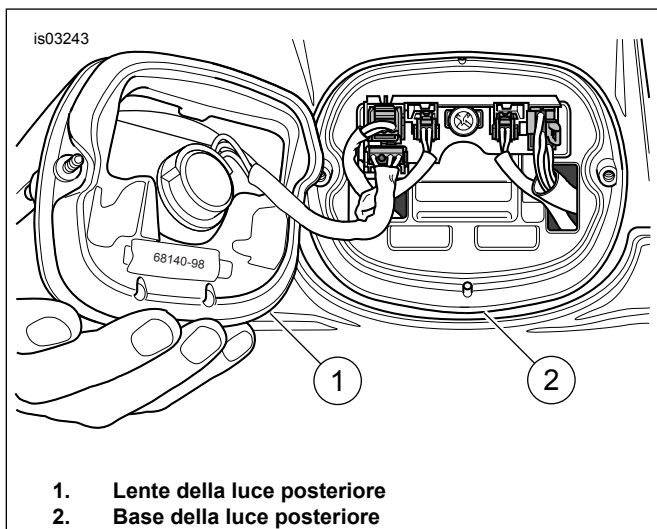

Figura 1. Rimozione della lente della luce posteriore
2. Vedere Figura 1. Rimuovere le due viti e la lente della luce posteriore (1) dalla base (2).
10. Vedere Figura 1. Installare la lente della luce posteriore (1) sulla base (2) usando due viti.